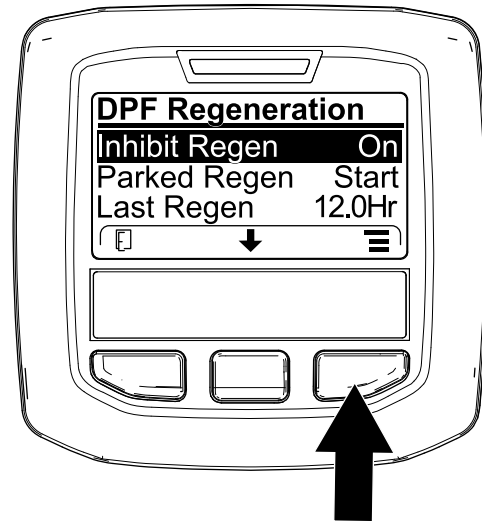

Figura 48
1. Acceda al menú DPF Regeneration (Regeneración de DPF), pulse el botón central para desplazarse hacia abajo, hasta la opción INHIBIT REGEN (Inhibir regeneración) y pulse el botón derecho para seleccionar la opción Inhibit Regen (Figura 48).
2. Pulse el botón derecho para cambiar el ajuste de inhibición de regeneración de Activado a Desactivado (Figura 48) o viceversa (Figura 49).